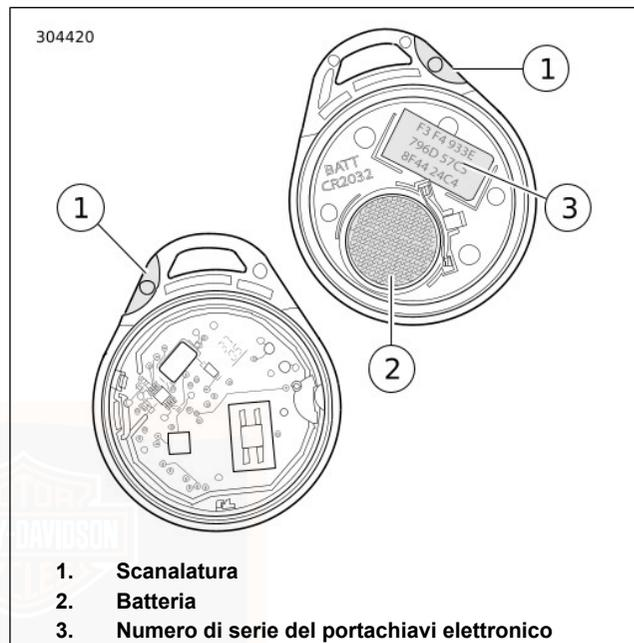

Figura 54. Batteria del portachiavi elettronico
1. Vedere Figura 54. Fare leva delicatamente con una lama sottile nella scanalatura a unghia (1) sul lato del portachiavi per separare le due metà.
2. Togliere la batteria (2) ed eliminarla.